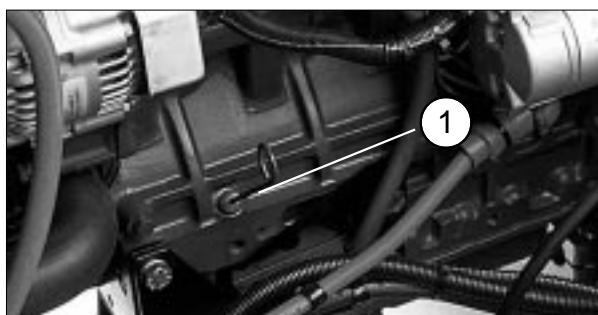

図3
3. ディップスティックを抜き、ウェスで拭いてからもう一度差し込んで引き抜き、オイルの量を点検する：FULL マークまであれば適正（図3）。